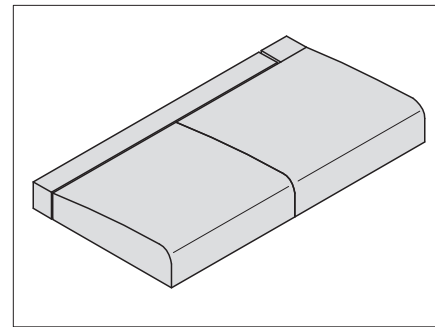
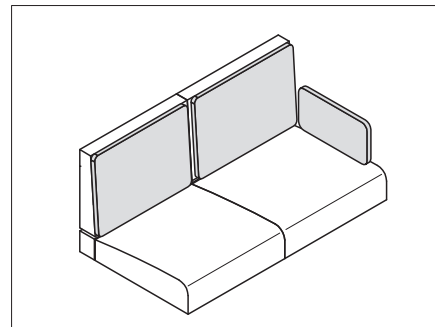

Bild 217 Sitzauflagen positionieren
Bild 219 Polster für Rückenauflagen
- Sitz-, Rücken- und Zusatzpolster wie in Bild 217 bis Bild 219 gezeigt auflegen.